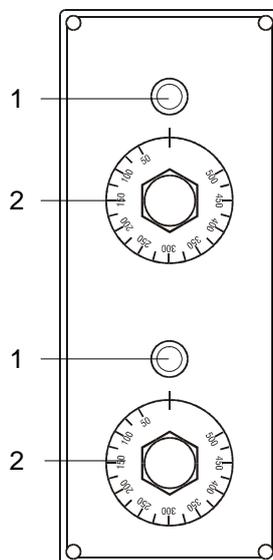

FIG.7 (Pannello comandi)
Il pannello comandi è installato nel lato anteriore del forno e si differenzia a seconda dei modelli come indicato in **FIG.7**.
LEGENDA FIG.7
3) Attivare il funzionamento delle resistenze portando i termostati (**FIG.7-Rif.2**) alla temperatura di **150 °C** indicata sulla manopola.
5) Disattivare il funzionamento delle resistenze portando i termostati (**FIG.7-Rif.2**) in **pos. "0"**;
7) Richiudere la porta e ripetere l'operazione descritta al punto **3**) portando i termostati (**FIG.7-Rif.2**) alla temperatura di **400 °C** indicata sulla manopola;
9) Disattivare il funzionamento delle resistenze portando i termostati (**FIG.7-Rif.2**) in **pos. "0"**.
3) Attivare il funzionamento delle resistenze portando i termostati (**FIG.7-Rif.2**) alla temperatura desiderata indicata sulla manopola.
1) Spegnere il forno portando nella **pos."0"** i termostati (**FIG.7-Rif.2**)